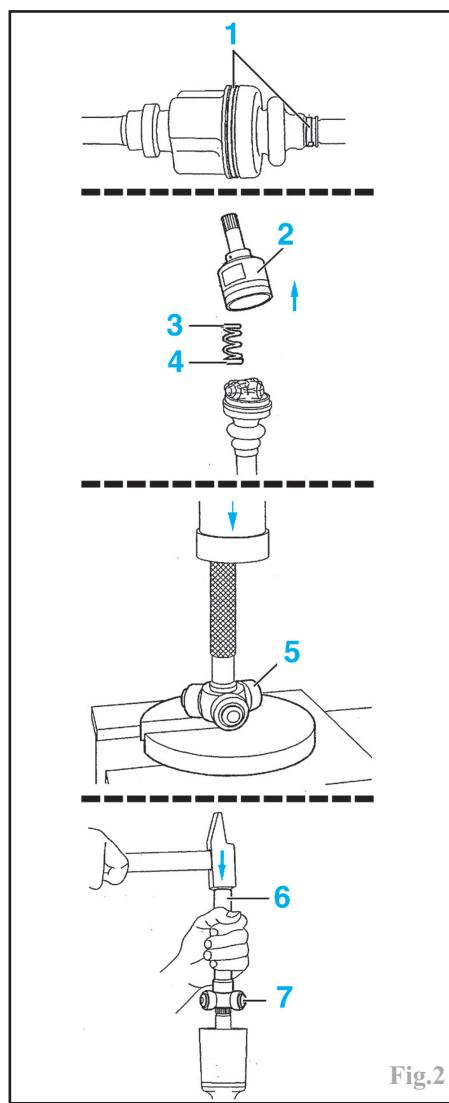

Fig.2
Dessertir ou scier et déposer les deux colliers (1) (Fig.2).